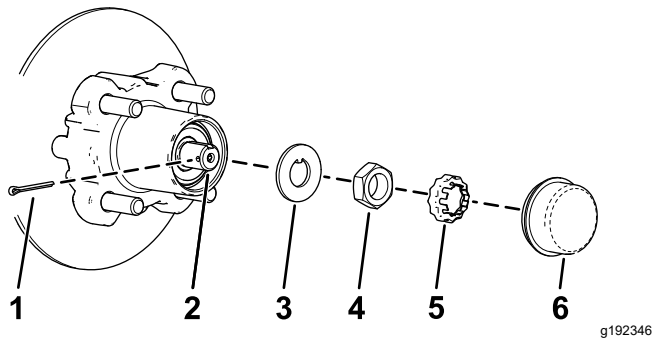
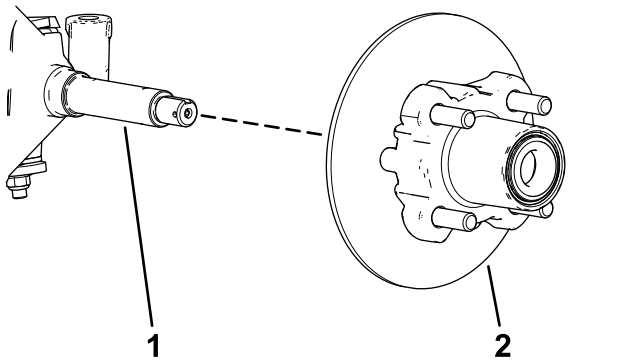

Figura 33
Figura 34
- Retire el tapón guardapolvo del cubo (Figura 33).
- Retire la chaveta y el retén del eje/tuerca del eje (Figura 33).
- Retire la tuerca del eje y separe el conjunto de cubo y rotor del eje (Figura 33 y Figura 34).